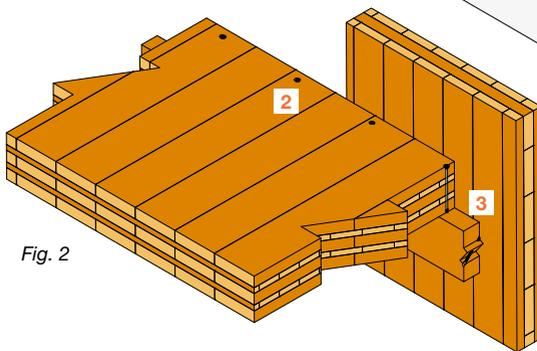

Fig. 2
- lorsque celui-ci est en bois, il faut privilégier des vis type **ESCR**, **ESCRC**, **ESCRFTC**, **ESCRFTZ** (fig. 2).